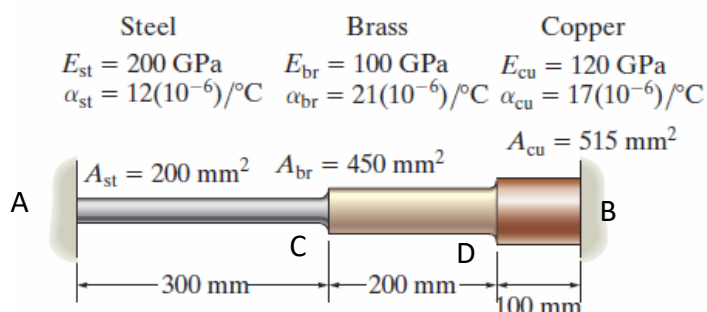

Figura 2.34
2.5.8 As barras da Figura 2.34 estão sujeitas a uma diferença de temperatura de $+120$ °C. Determine a variação de comprimento da barra de aço (300 mm).